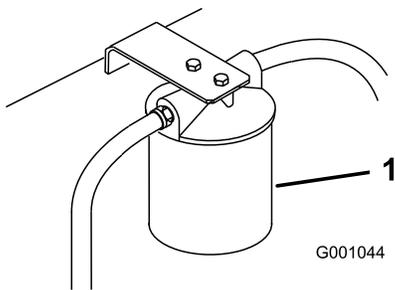

Figura 76
4. Coloque un recipiente bajo el filtro, retire el filtro usado y limpie con un paño la superficie de la junta del adaptador del filtro (Figura 76).